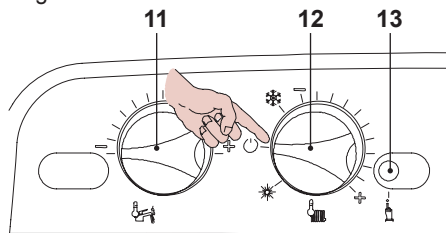

Fig. 5.66
- Per uscire dalla programmazione posizionare il selettore di funzione / manopola regolazione temperatura 12 come indicato in Fig. 5.66.